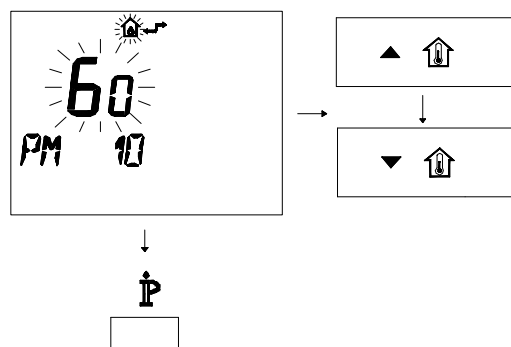

Figura 5.53
- Per modificare il SET programmato agire sui pulsanti ▲ **U** o ▼ **U** e aspettare che il numero programmato cominci a lampeggiare (Figura 5.53).